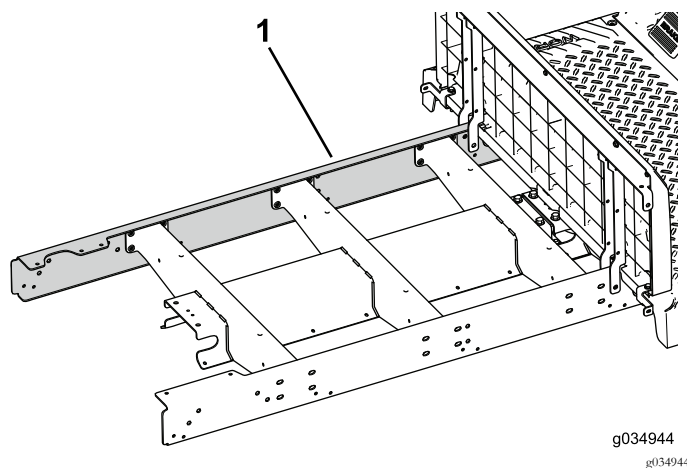

Figura 74
5. Instale sem apertar a calha de extensão no lado esquerdo da máquina (Figura 74).